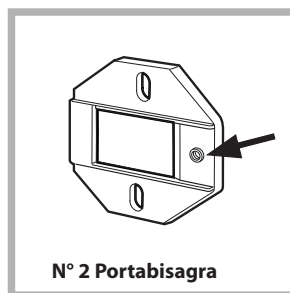

Fig. 1
- Montar los soportes cremallera en la parte frontal posicionando el orificio indicado con una flecha en la *fig. 1* hacia adentro de la cara interponiendo una riostra (*fig. 4/B*), empleando los tornillos tipo **C**.